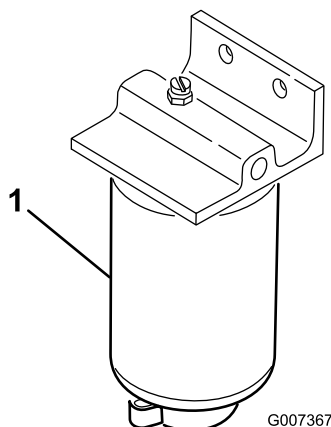

Figura 58
1. Coloque um recipiente limpo debaixo do filtro de combustível (Figura 58).